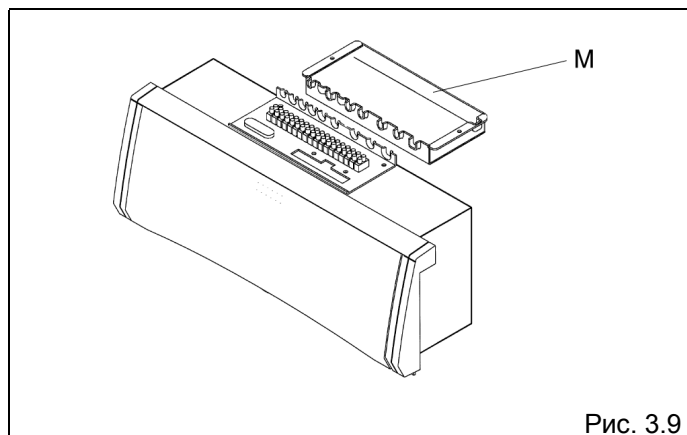

Рис. 3.9
- расположите датчик (I) внутри гильзы для датчиков, которая находится в котле (смотри соответствующее руководство)
- закройте крышкой (L) панель управления и защелкните ее.
- снимите с корпуса защитную крышку клеммника (М), для чего отвинтите два крепежных винта (рис. 3.9)